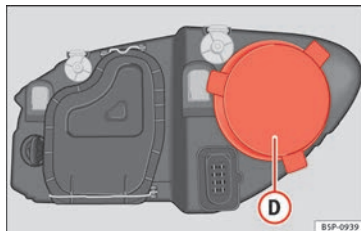

Bild 182 Positionsljus.
- Ta bort locket » bild 182 ③ genom att dra i denna.